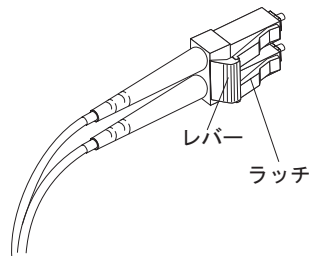

図 22. LC-LC ファイバー・チャネル・ケーブルのレバーおよびラッチ
1. 図 22 に示されているように、SFP モジュールまたはホスト・バス・アダプターに接続した LC-LC ケーブルの端のレバーを押し下げたまま、ラッチを解放します。